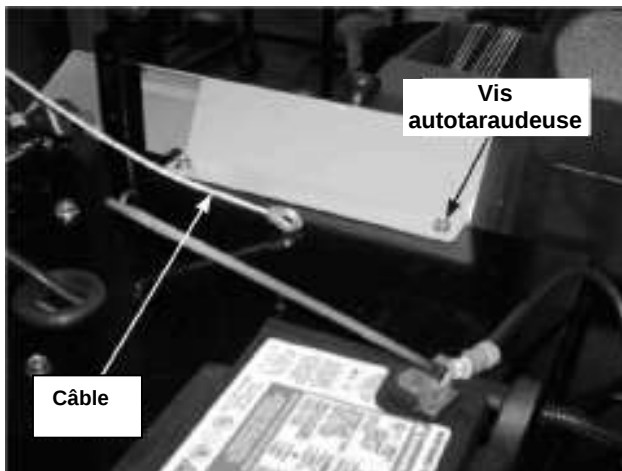

Figure 3-4
4. Installez le câble en utilisant la vis autotaraudeuse. Voir Figure 3-4